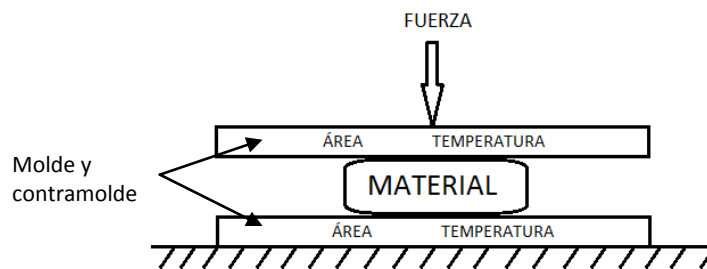

Figura 1. Esquema de las condiciones a cumplir por la máquina.
1. La máquina debe de poder aplicar presión y temperatura sobre los materiales compuestos actuando de forma similar a una máquina de platos calientes. Con objeto de obtener diferentes elementos, deberá además de permitir el intercambio moldes y contramoldes de diferentes geometrías de forma fácil. En la figura 1 se muestra un esquema general de este proceso.